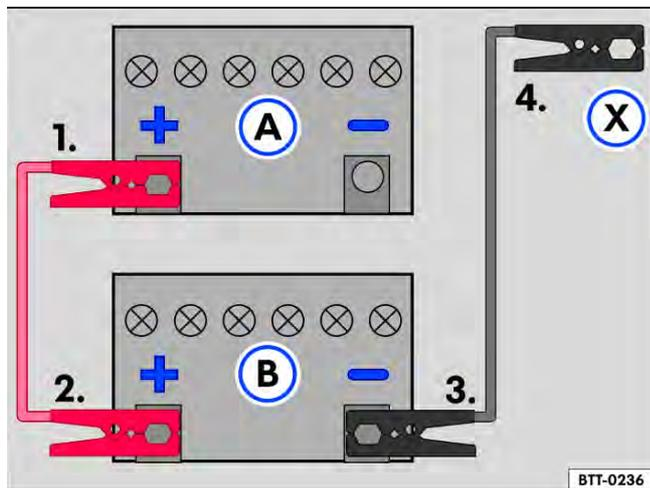

Fig. 155 Esquema para a conexão dos cabos auxiliares de partida: bateria do veículo descarregada (A) e bateria do veículo fornecedora de corrente (B).
Legenda para → Fig. 155:
- Conectar uma extremidade do cabo auxiliar de partida *vermelho* ao polo positivo → Fig. 155 (+) do veículo com a bateria do veículo descarregada (A) → ⚠.
- Conectar a outra extremidade do cabo auxiliar de partida *vermelho* ao polo positivo (+) da bateria do veículo fornecedora de corrente (B).
- Conectar uma extremidade do cabo de auxílio na partida *preto* ao polo negativo (-) da bateria do veículo fornecedora de corrente (B).
- Conectar a outra extremidade do cabo auxiliar de partida *preto* (X) no veículo com a bateria do veículo descarregada em uma peça maciça de metal aparafusada firmemente ao bloco do motor ou no próprio bloco do motor - porém não nas proximidades da bateria (A) → ⚠.